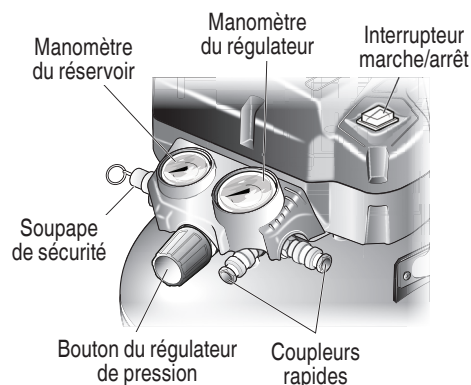

Fig. 3
- Insérez le tuyau dans le coupleur rapide déjà installé sur le compresseur (Fig. 3).
- Complètement tourner le bouton du régulateur de pression dans le sens horaire pour ouvrir le débit d'air. (Fig. 3)
- Placer l'interrupteur dans la position **ARRÊT (O)** et brancher le cordon d'alimentation.